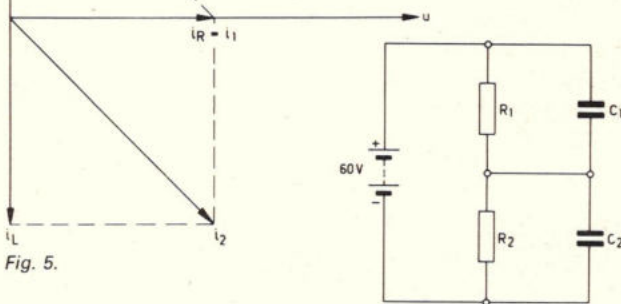

Fig. 6. $R_1 = 8 \text{ k}\Omega$ $C_1 = 3 \text{ }\mu\text{F}$
4. Twee weerstanden, R_1 en R_2 en twee verliesvrije condensatoren, C_1 en C_2 , zijn volgens fig. 6 aangesloten op een spanningsbron van 60 V.